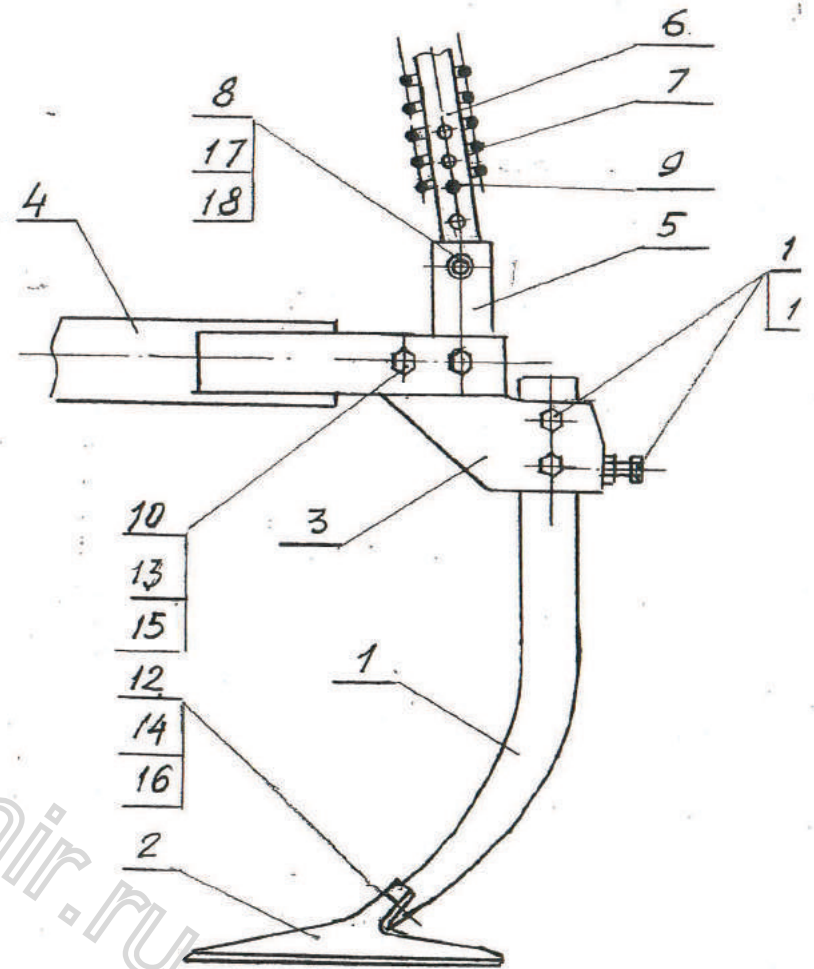

Рис.9
- Полный набор рабочих органов культиватора состоит из 20 стоек с лапами (рис. 9) шириной 330 и 270 мм.